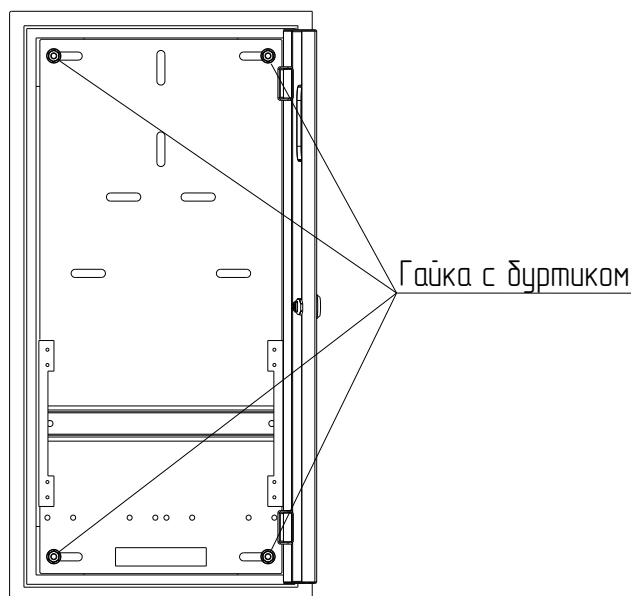

Рисунок 9
- 3.4 Открутите четыре гайки М6 (гайка с буртиком) и снимите их со шпилек (рисунок 9). Гайки с буртиком сохраните.